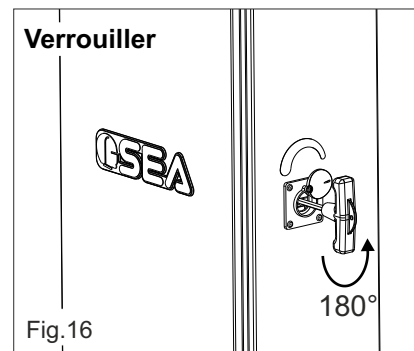

Fig.16
- Tourner la clef à T en sens inverse aux aiguilles d'une montre (Fig.16).